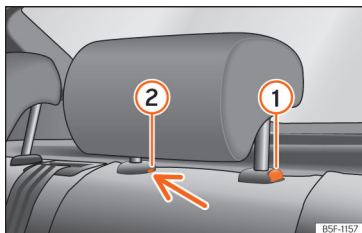

Fig. 107 Encosto de cabeça traseiro: desmontagem.
- Pressione o botão » » Fig. 107 ①, pressionando ao mesmo tempo através do orifício da trava de segurança ② com uma chave de fendas plana com um máximo de 5 mm de largura e retire o encosto de cabeça.